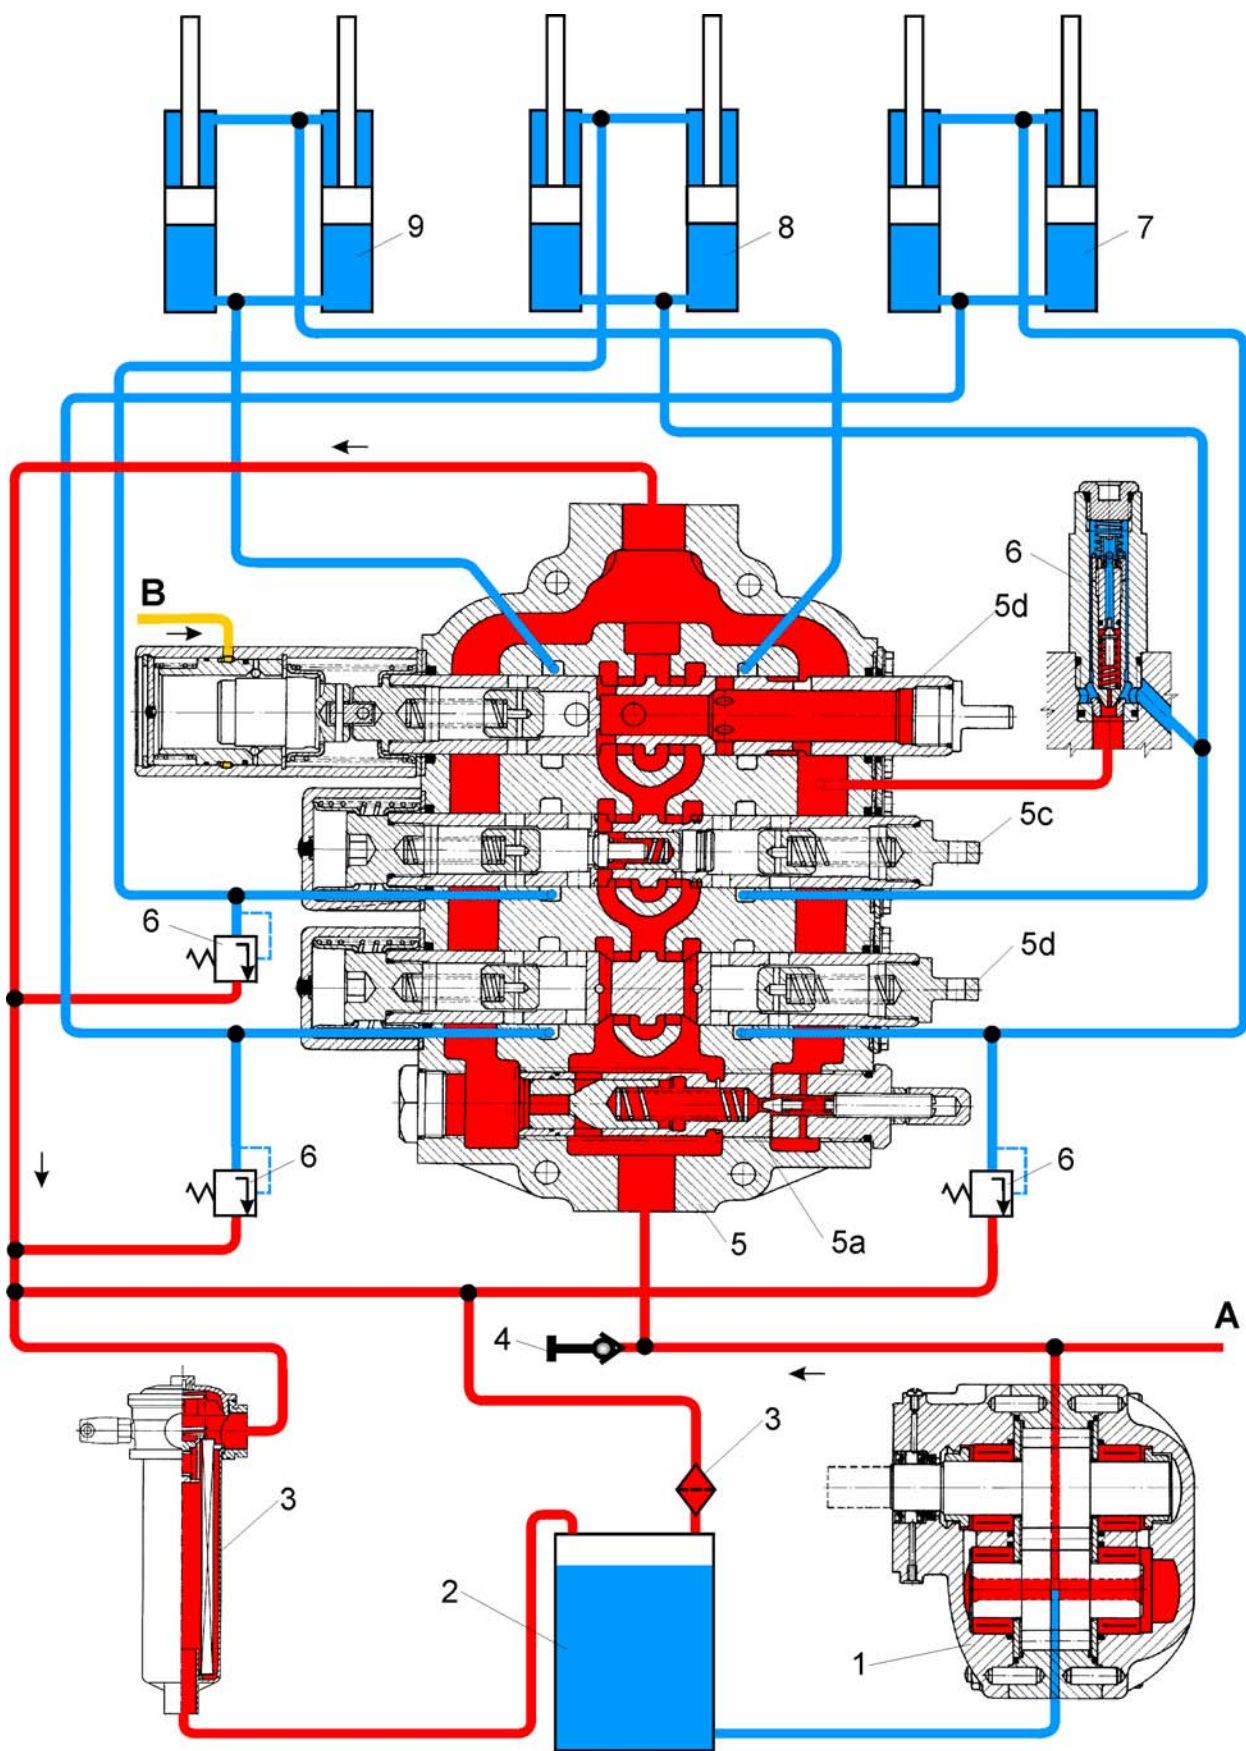

Рис. 10.6. Схема работы рабочей гидросистемы – нейтральное положение
Рабочая гидросистема (Рис. 10.6. и 10.7.)
При нейтральном положении золотников (Рис. 10.6.) масло подается из бака (2) гидросистемы насосом (1) внутрь распределителя (5) рабочей гидросистемы, где оно проходит по средним каналам вокруг наружных поверхностей всех золотников (5b, 5c и 5d), а затем выходит из распределителя (5) и вновь возвращается через фильтры (3) в бак (2) гидросистемы.